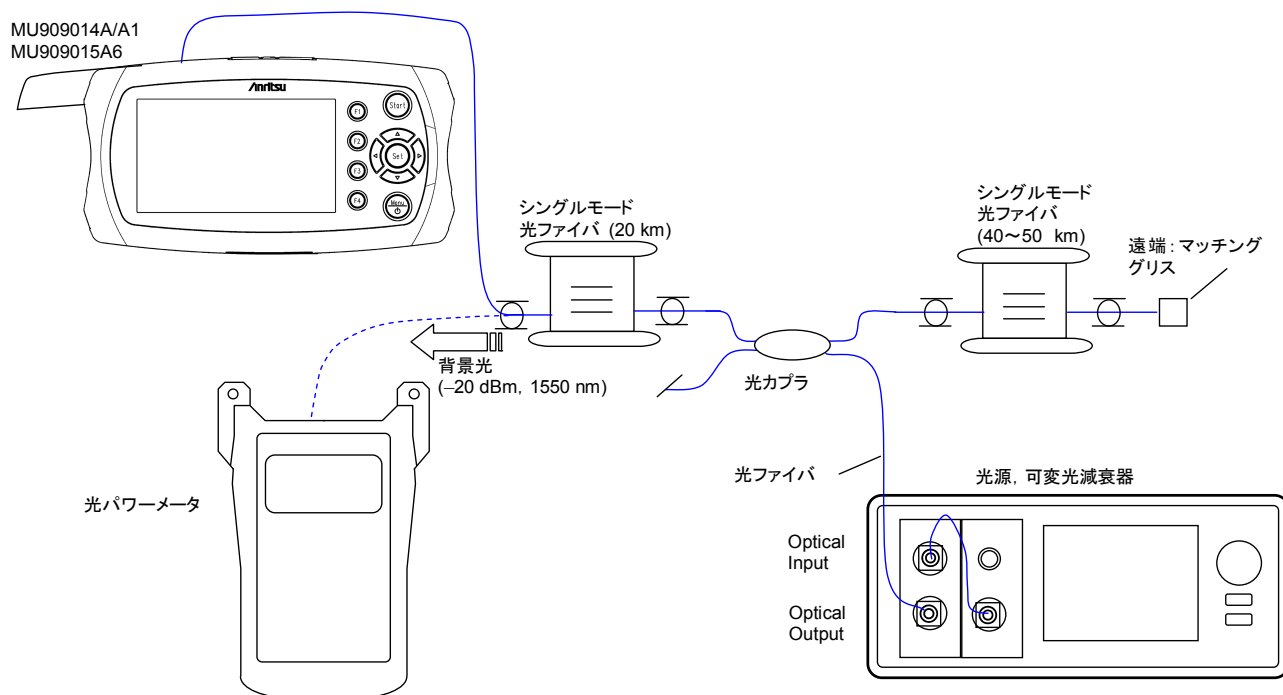

図11.1.4-1 ダイナミックレンジ測定の接続図 (MU909014A/A1, MU909015A6)
1. 光源、可変光減衰器、光カプラ、シングルモード光ファイバ、および光パワーメータを図11.1.4-1のとおりに接続します。